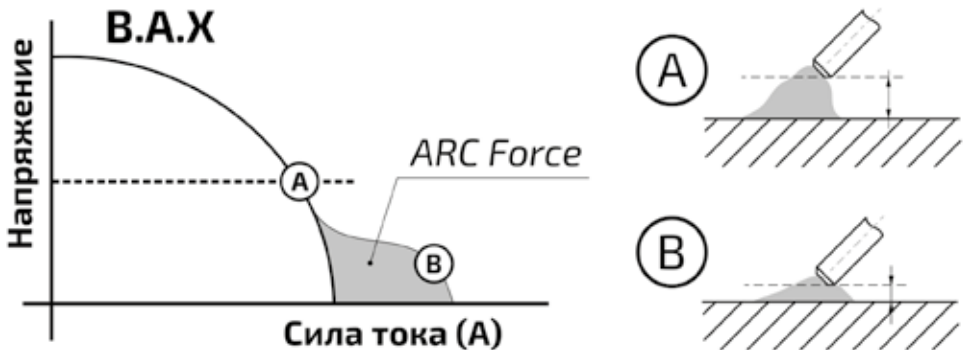

Рис. 6.2.2. Arc Force.
Arc Force (форсаж дуги) – рекомендуется применять при сварке покрытыми электродами на малых токах. В процессе сварки происходит автоматическая регулировка силы сварочного тока, что уменьшает склонность к залипанию покрытого электрода к свариваемой детали (см. рис. 6.2.2).
5. Установите необходимое значение Arc Force. **В большинстве случаев Arc Force можно установить в среднее значение (см. рис. 6.2.2).**